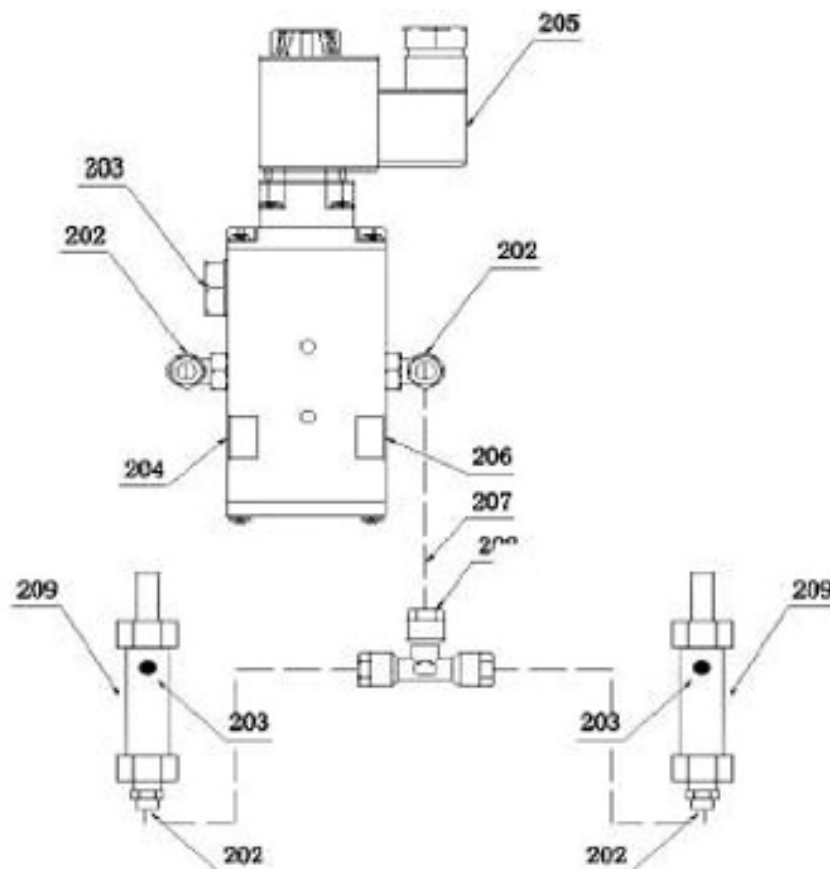

Fig. 15
- Faites sortir le tuyau d'air comprimé Ø6×5 de la sortie d'air de l'électrovanne pneumatique de l'ascenseur principal, puis connectez-le à la vanne d'air à mâchoire relevée de l'ascenseur principal (Fig. 15) conformément au schéma de connexion du circuit pneumatique.